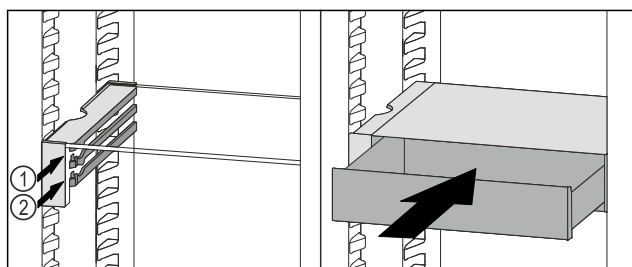

Fig. 108
- Coloque el cajón VarioSafe en la nervadura deseada Fig. 108 (1) o Fig. 108 (2) detrás de los topes.